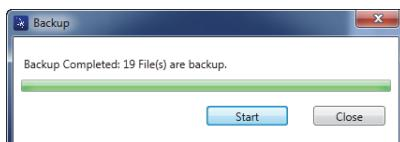

图 7-27 备份对话框（完成）
- 当备份操作完成时，点击 **Close** (关闭) (参见第 194 页的图 7-27)。